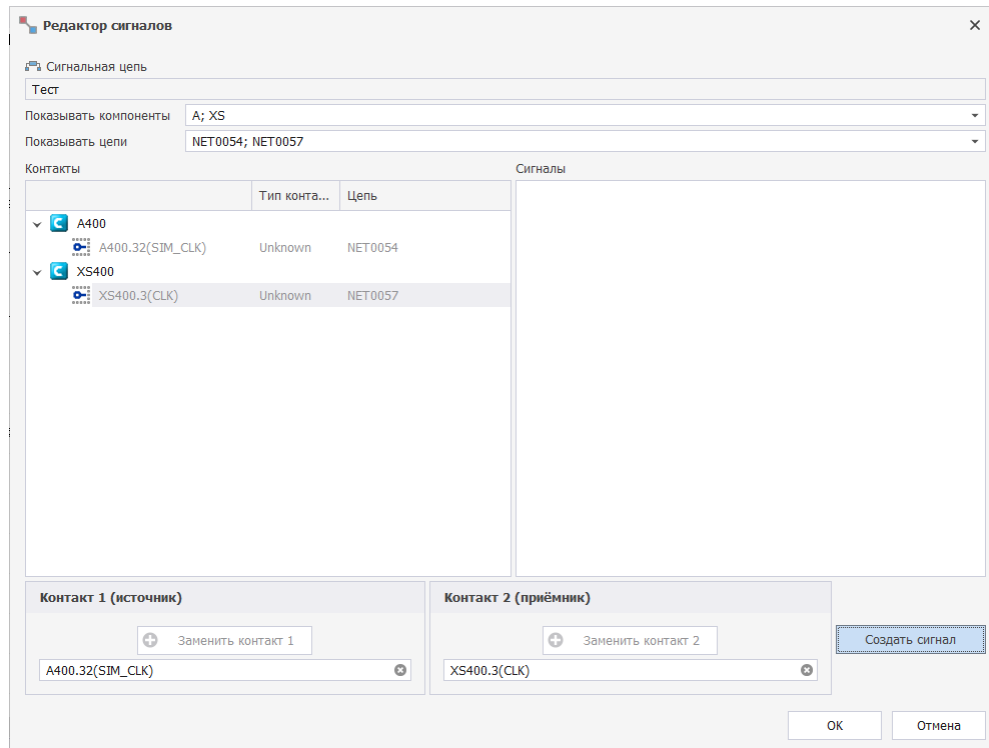

Рис. 138 Формирование пары источника и приемника сигнала
6. По завершению нажать кнопку «Создать сигнал», см. Рис. 138.